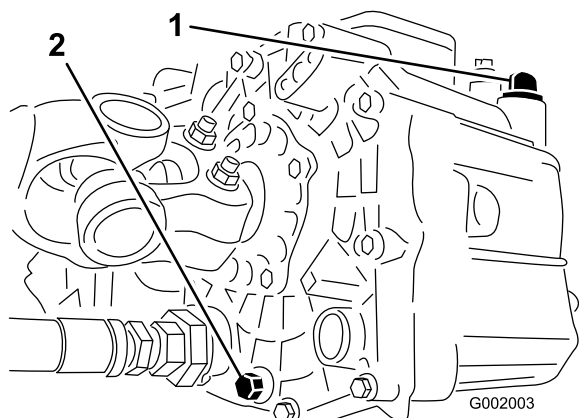

Figura 64
- Retire o bujão de escoamento da parte lateral do reservatório e deixe o fluido hidráulico escorrer para o recipiente (Figura 64).